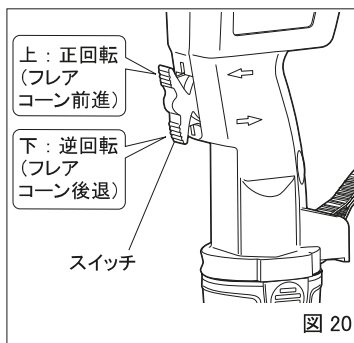

図 20
② スイッチの上側を押すとフレアコーンが正回転しながら前進し、フレア加工が始まります。クラッチが働き「カチ カチ」と音がしてから3秒程度で加工は完了します。スイッチから手を離してください。回転が止まります(図20)。